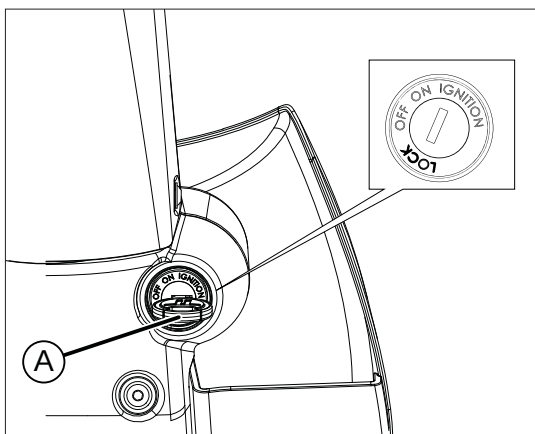

fig. 6
- premere e ruotare la chiave A fig. 6 verso sinistra nella posizione LOCK;